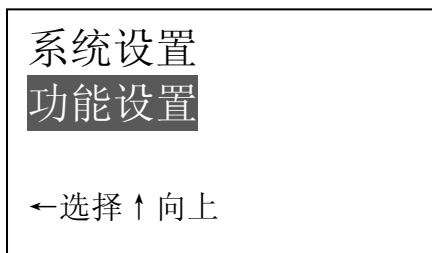

图 33
c. 用 ↑ 或 ↓ 键选中 **功能设置**，按 ← 键进入（如图 33）。
- 用↑或↓键选中功能设置，按←键进入（如图 33）。
- h. 用 **↑** 或 **↓** 键选中功能设置，按 **←** 键进入（如图 33）。
- a. 用 ↑ 或 ↓ 键选中功能设置，按 ← 键进入（如图 33）。